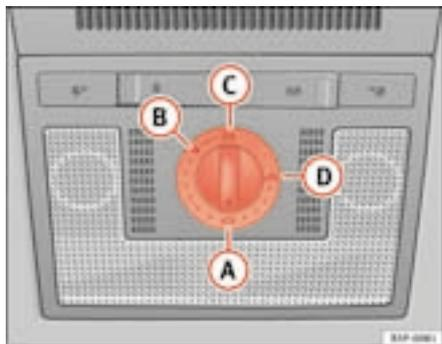

Fig. 69 Pormenor do revestimento interior do tejadilho: botão giratório do tecto de abrir / de levantar
- Rodar o botão giratório para a posição **A** ⇒ fig. 69 ⇒